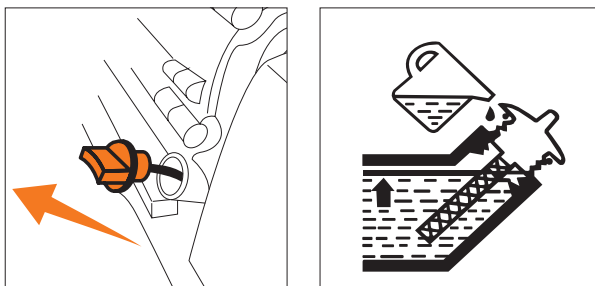

Рис. 19
- Отверните крышку маслосливной горловины (Рис. 19) из картера двигателя, достаньте щуп.
- Если уровень масла меньше нижней линии (L) на щупе, долейте масло до верхней линии (H) в картер двигателя через маслосливную горловину.